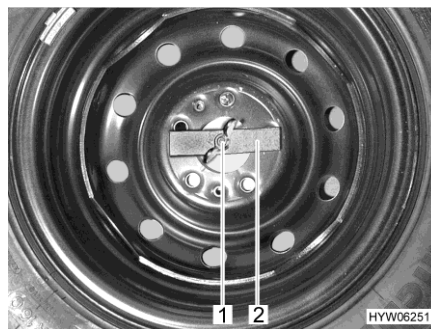

Bild 236 Ersatzrad im Heckstauraum
- Flügelmutter (Bild 236,1) von Hand lösen und abschrauben.
- Druckstück (Bild 236,2) abnehmen.